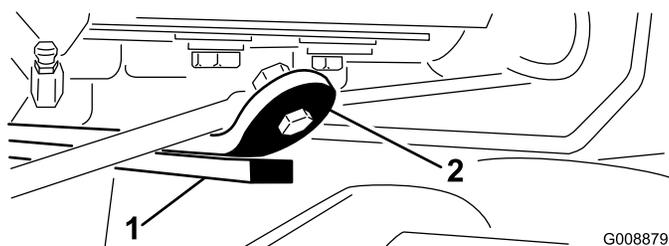

Figure 28
3. Mettez le moteur en marche, élevez les bras de levage et vérifiez que l'écartement entre le segment d'usure sur le dessus de la barre d'usure du plateau arrière et la bride de butée est compris entre 0,51 et 2,54 mm (Figure 28).